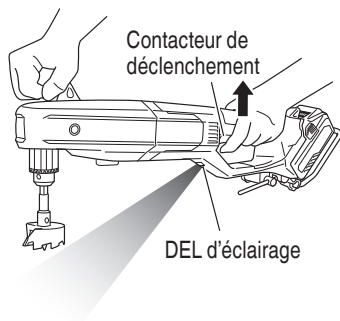

Fig. 15
- Lorsque le commutateur est activé, la DEL illumine automatiquement la pointe de l'outil. (Fig. 15)